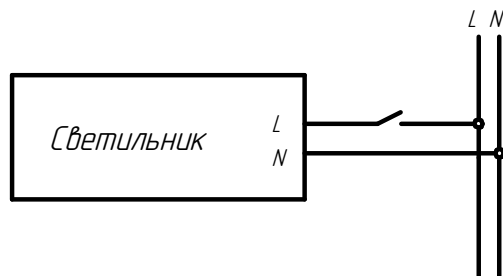

Рисунок 7 - Схема подключения светильника ДВО59 к сети
5.3.2 Протянуть через отверстие в потолке сетевые провода и подключить к контактным клеммам источника питания светильника в соответствии с указанной полярностью L (коммутируемая фаза), N (нейтраль) (см. рис. 7).
5.4.3 Протяните через отверстие в крепление Грильято сетевые провода и подключите к контактным клеммам источника питания светильника в соответствии с указанной полярностью L (коммутируемая фаза), N (нейтраль) (см.рисунок 7).